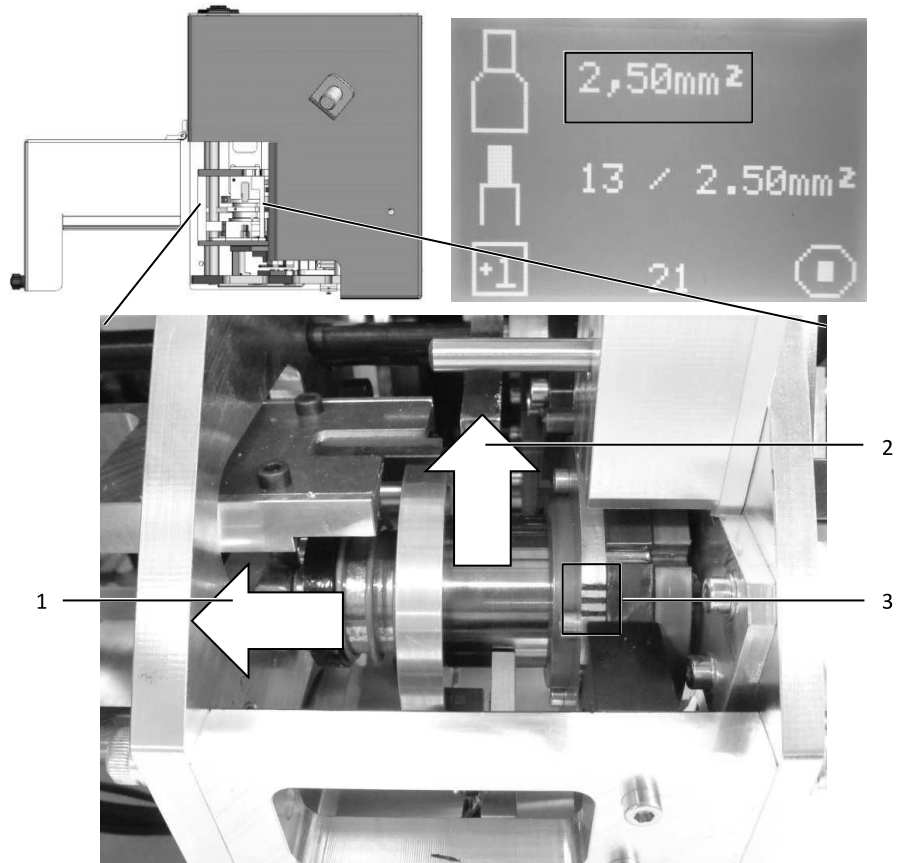

Fig. 8: Ajustar el tamaño de la matriz
- Empuje el tambor hacia atrás (cf. fig. 8, pos. 1) y gire (cf. fig. 8, pos. 2) hasta el tamaño de matriz deseado.
El ajuste actual se indica mediante líneas (cf. fig. 8, pos. 3).